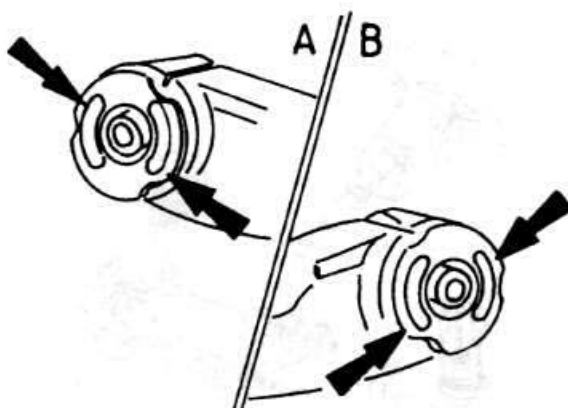

Рис. 4.29
- ♦ Вставьте при помощи приспособления 15-084 новые втулки. Обратите внимание на правильное монтажное положение втулок (рис. 4.29 и 4.30).